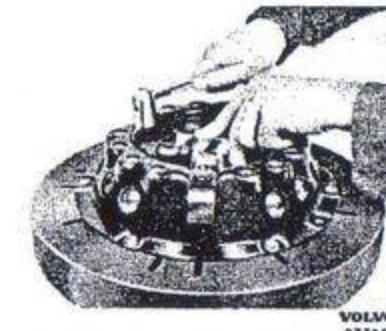

Bild 58. Justering av hävarmarna.
3. Justera in hävarmarna så att de ligger i höjd med justerjiggens nav inom  $\pm 1,5$  mm och inbördes inom 0,25 mm. Använd mall och slitsmått (bild 58).